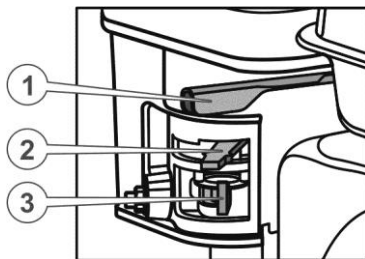

Рис. 4.11. Регулювальні елементи карбюратора
3. Відкрийте паливний кран (перемістіть його в положення «ON» («Відкрито»)) (див. рис. 4.11.).
6. Установіть важіль регулювання повітряної заслінки (див. рис. 4.11.) у відповіднє положення, що відповідає температурі навколишнього середовища: якщо температура перевищує позначку +5 °С – в середнє положення, якщо нижче +5 °С – в положення «закрито». Прогрітий двигун можна запускати, якщо повітряна заслінка повністю відкрита.